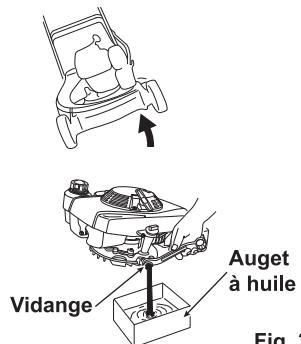

Fig. 33
(Voir Fig. 33)
1 Vérifiez qu'il n'y a pas de problème de particules, de courbure ou d'usure sur la Lame (S). (Voir Fig. 33)